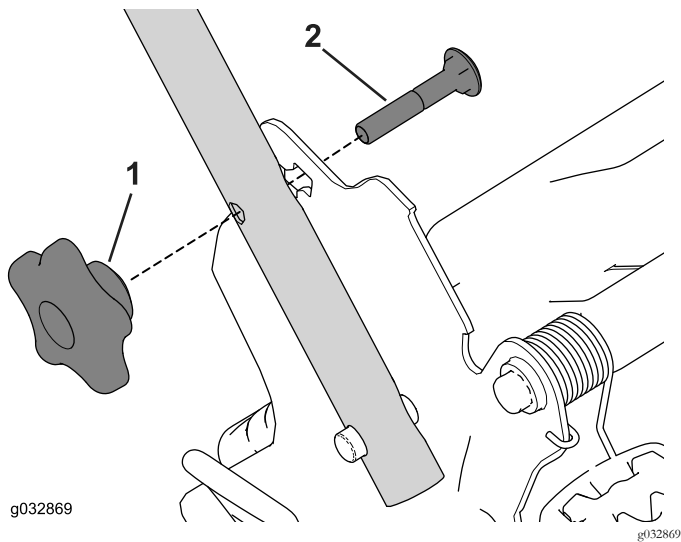

Figure 29
1. Retirez les 2 boutons de guidon et les 2 boulons de carrosserie des supports du guidon (Figure 29) et conservez-les.